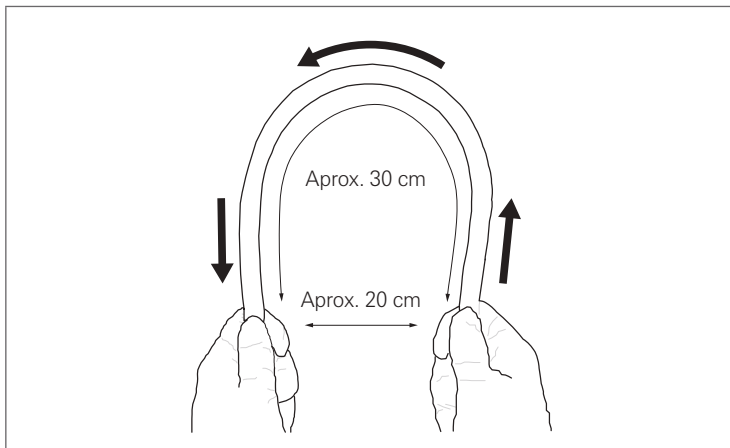

Figura 3.7
- Folosind ambele mâini, îndoțiți tubul de inserție sub forma unui arc, după cum este ilustrat în Figura 3.7. Prin glisarea tubului de inserție în direcția săgeții din Figura 3.7, asigurați-vă că întregul tub de inserție poate fi îndoit uniform și ușor, sub forma unui arc.